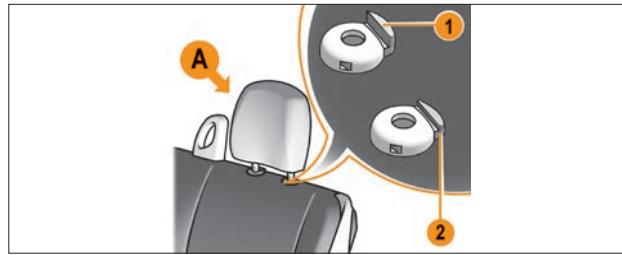

Рис. 2.2.1. Подголовники типа А
- Подголовники типа А (рис. 2.2.1).
Чтобы опустить его вниз, нажмите одновременно на фиксатор 1 (рис. 2.2.1 или 2.2.2) и на подголовник.